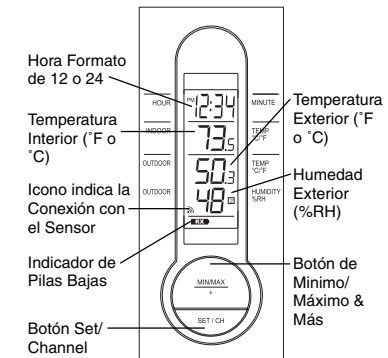

Figura 1
1. Estación Inalámbrica (Figura 1)